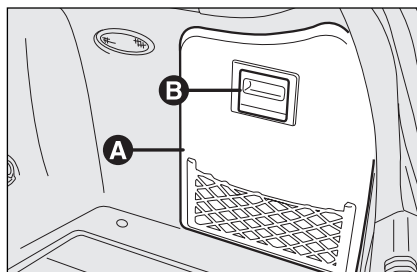

fig. 46
- open het zijklepje rechts (voor bepaalde uitvoeringen/ markten, waar voorzien) **A-fig. 46** met behulp van de handgreep **B**;